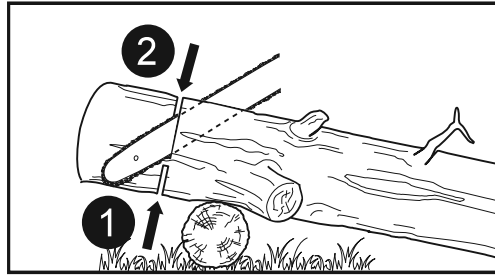

Fig. 30
2. Cuando el tronco está apoyado en un extremo (Fig. 30), corte 1/3 del diámetro de la parte inferior (seccionamiento inferior). A continuación, realice el corte final haciendo un seccionamiento superior que se encuentre con el primer corte.